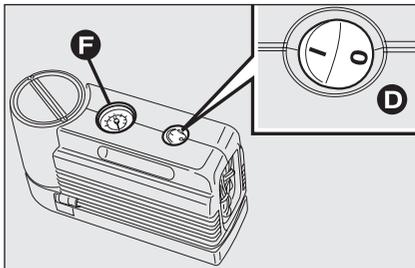
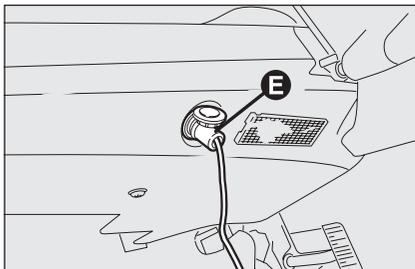

fig. 10
fig. 11
- s'assurer que l'interrupteur **D-fig. 10** du compresseur est en position 0 (éteint), lancer le moteur, insérer la fiche **E-fig. 11** dans la prise de courant la plus proche et actionner le compresseur en déplaçant l'interrupteur **D-fig. 10** en position I (allumé). Gonfler le pneu à la pression prescrite au paragraphe "Pression de gonflage" au chapitre "Caractéristiques Techniques".
Nous conseillons de vérifier la valeur de la pression du pneu sur le manomètre **F-fig. 10** quand le compresseur est éteint, afin d'obtenir une lecture plus précise;